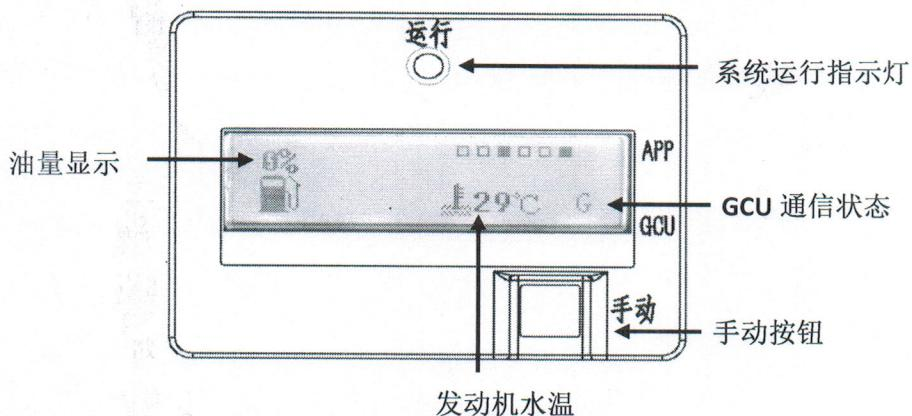

图 9 PDA 面板说明
- ◆ 当发动机发生 OBD 故障时，液晶界面会出现 OBD 故障指示，有闪烁、静止显示 2 种状态。无故障时不显示。如图 9。